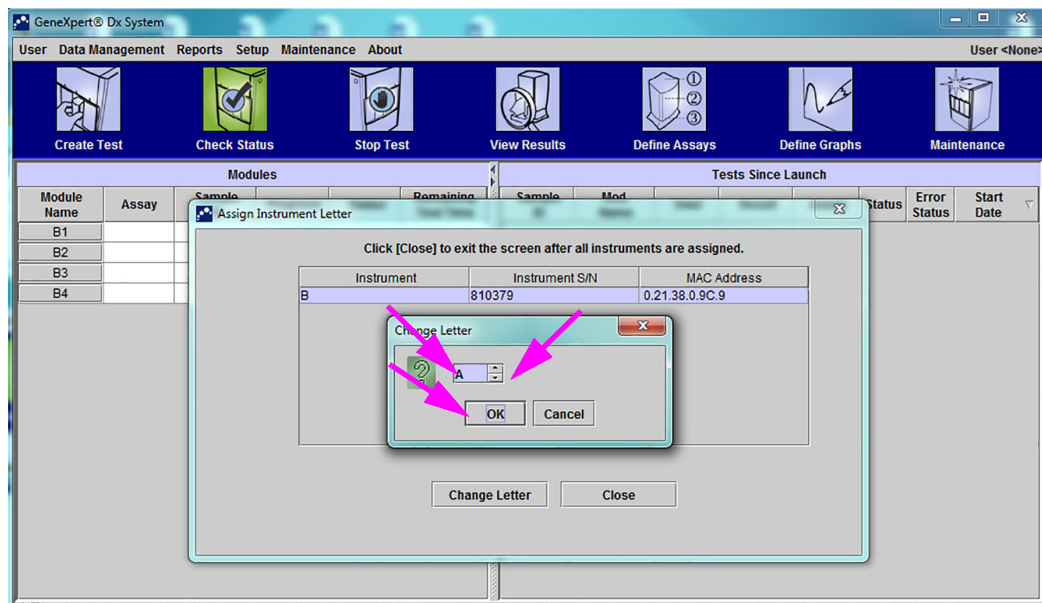

Figura 2-58. Fereastra sistemului GeneXpert Dx cu caseta de dialog Modificare literă suprapusă
Apare caseta de dialog Modificare literă (Change Letter), așa cum se arată în Figura 2-58. Selectați litera care va fi atribuită modulului (modulelor) utilizând săgețile sus și jos din caseta de dialog Modificare literă (Change Letter).
- După modificarea literei alocate, faceți clic pe **OK** (consultați Figura 2-58).